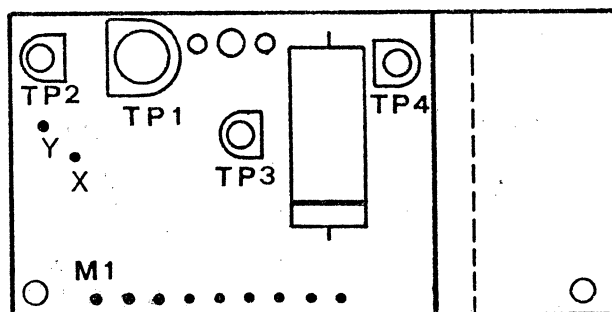

BILD 5
5. Eingestellt wird diese Dreiecksspannung mit TP 4. (Bild 5)
Balken gelten für 33 1/3, die unteren für 45 Umdrehungen. Wenn das nicht der Fall ist, stellen Sie die richtige Tourenzahl mit dem TP 3 ein. (Bild 5)